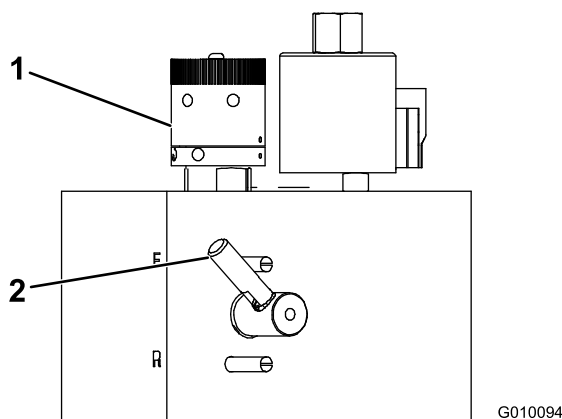

Figura 33
2. Verificate che la manopola di lappatura sia impostata in posizione Forward (F) (Figura 33).
3. Girate la manopola di comando della velocità dei cilindri (Figura 33) fino al numero impostato determinato nella fase 1.